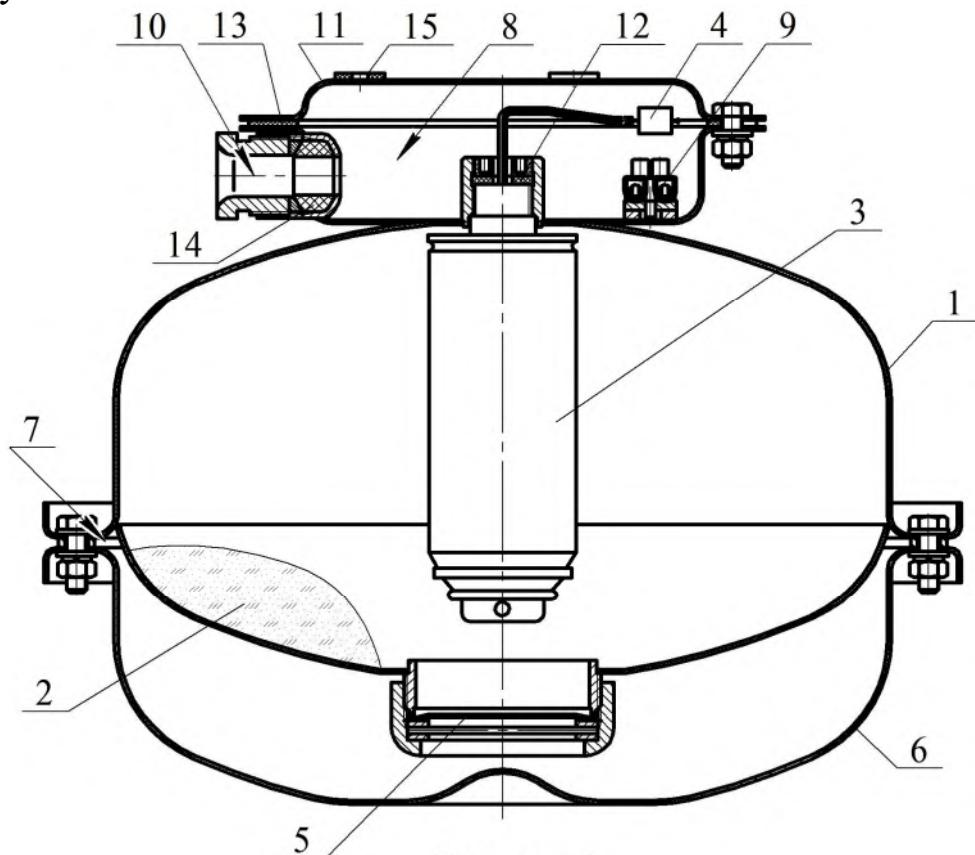

Рисунок 1
1.4.1.1 МПП (см. рисунок 1) состоит из корпуса **1**, в котором размещаются огнетушащий порошок (ОП) **2** и источник холдного газа (ИХГ) **3** с элементом электропусковым **4**. Сопловое отверстие для выхода ОП из корпуса перекрыто мембраной **5**. Со стороны соплового отверстия корпус **1** соединен с отражателем **6**. Насадок-распылитель **7** для выхода ОП представляет щелевой зазор между корпусом **1** отражателем **6**.
После подачи электрического импульса на выводы элемента электропускового **4 ИХГ 3** (см. рисунок 1) генерирует газ, который вспушивает ОП **2** и создает давление внутри корпуса МПП для вскрытия мембранны **5** и выброса через насадок-распылитель **7** струи ОП в зону горения.
2.1.3 Через резиновые прокладки 15 (см. рисунок 1) закрепить кронштейн 11 (см. рисунок 1) на потолке, стене, полу или иной несущей поверхности. Координаты отверстий в кронштейне, предназначенном для крепления МПП, показаны на рисунке 3.
2.1.4 Через резиновую прокладку **13** (см. рисунок 1) состыковать МПП с кронштейном и закрепить соединение гайками.